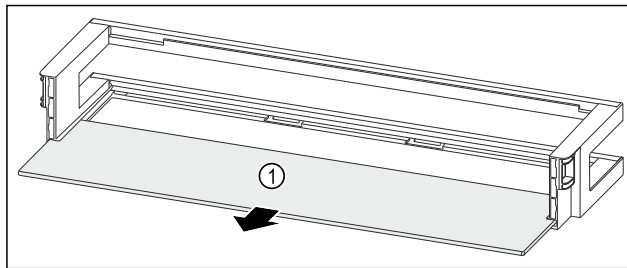

Fig. 124 Дверная полка со съемной полкой
- ▶ Извлеките съемную полку Fig. 124 (1).